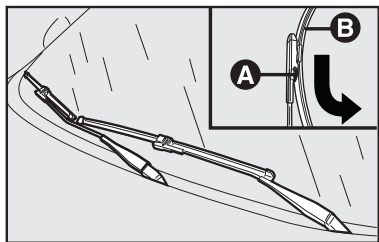

fig. 21
## Substituição das palhetas do limpador do para-brisa - fig. 21
- 2) Pressionar a trava **A-fig. 21** e retirar a palheta **B-fig. 21** empurrando-a para baixo e desengatando-a do braço.